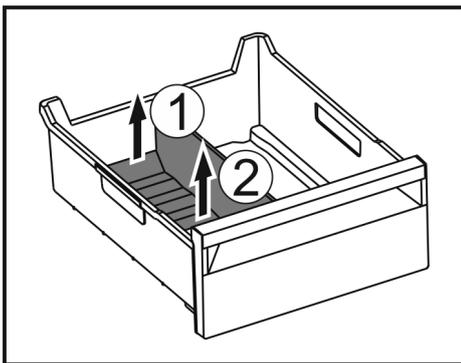

Fig. 72
- ▶ Hinteren Teil des Eisfach-Trenners anheben. Fig. 72 (1)
- ▶ Eisfach-Trenner nach oben entnehmen. Fig. 72 (2)